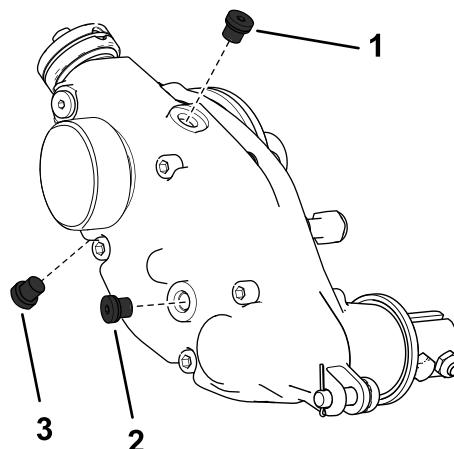

Figura 26
2. Rimuovete il tappo di spurgo situato nella parte inferiore dell'alloggiamento (Figura 26).
3. Rimuovete il tappo di riempimento sul lato dell'alloggiamento e allentate il tappo di sfato nella parte superiore per lasciar passare l'aria (Figura 26).